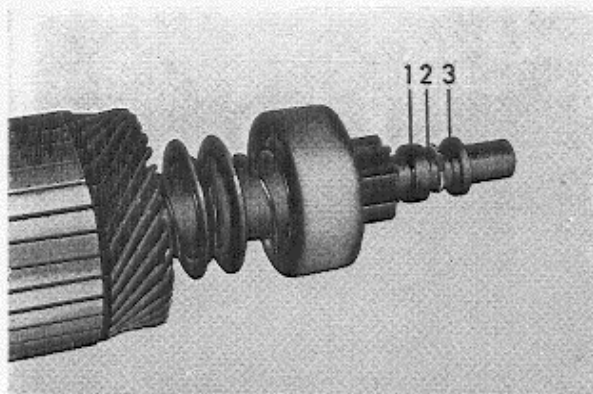

Abb. 40 Ritzel, Sicherungsring und Mutter
6. Die Anschlagscheiben an der Ankerwelle lösen. Die dünnen Scheiben (Axialspiel-Einstellscheiben) sowie Scheibe 3, Abb. 40 durch Herausziehen auf der Welle abnehmen. Die dicke Scheibe 1, Abb. 40, zuerst 5–8 mm auf der Welle einschlagen, so daß der Sicherungsring 2, Abb. 40 entfernt werden kann, danach wird die Scheibe von der Welle abgezogen.